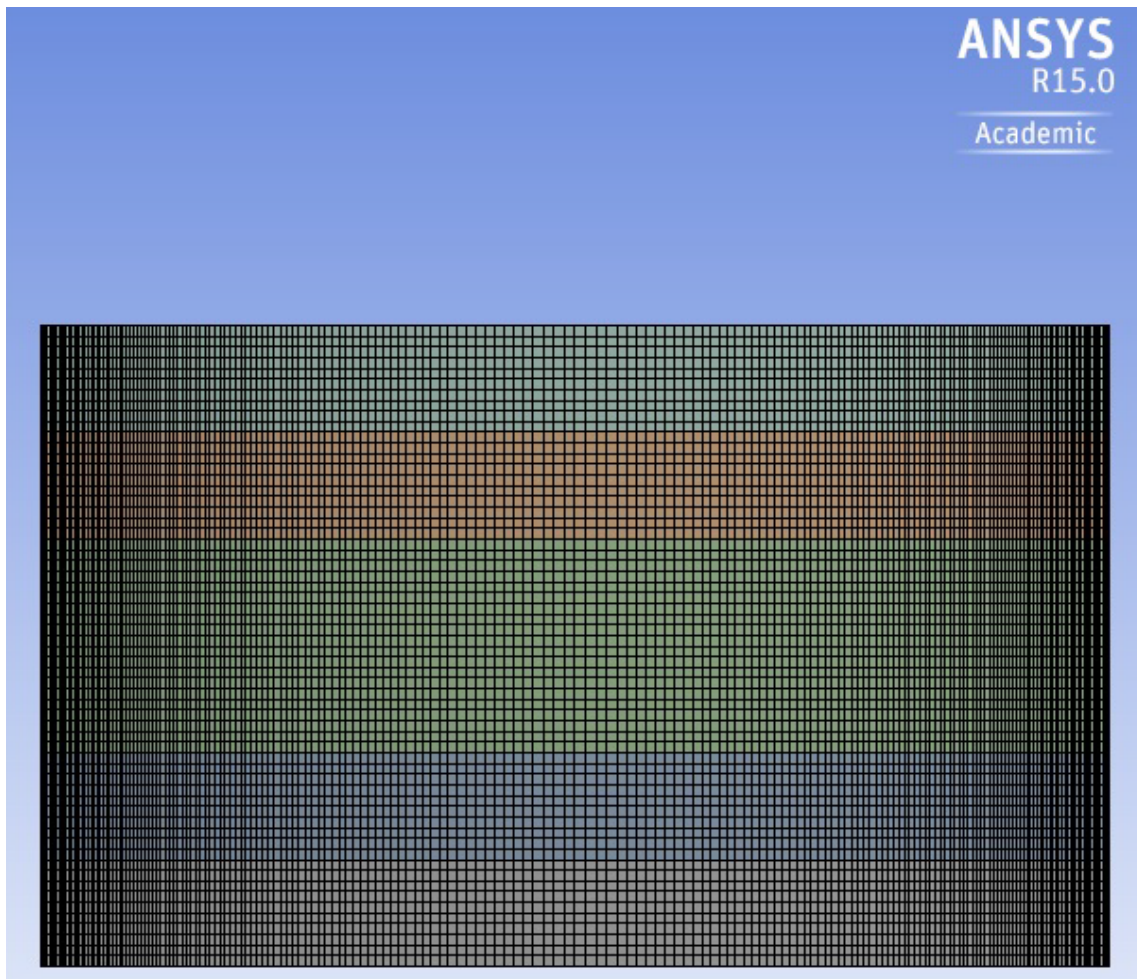

図 19 熱交換器のメッシュ
- ・ Outline で **Mesh** を右クリックして Generate Mesh を押す。領域が長方形メッシュで分割される。この時点で図 19 のようになる。